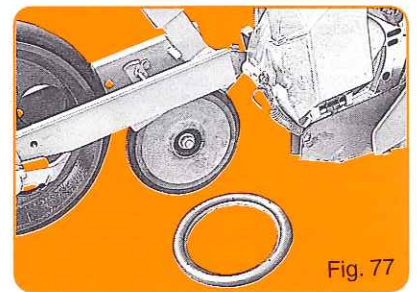

Fig. 77
- Roulette intermédiaire à bandage autonettoyant (fig. 77).
- Intermediate rubber press wheel (fig. 77).
- Ruleta intermedia con cubierta autolimpiante (fig. 77).